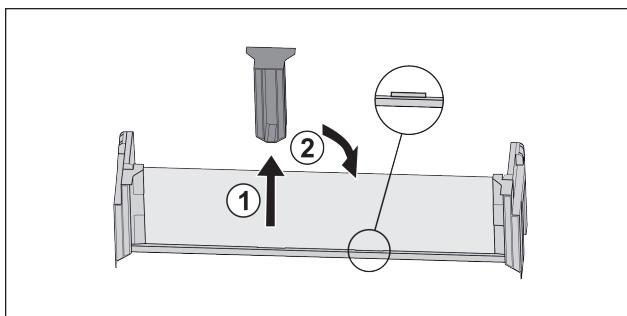

Fig. 83 *
- Stiahnite stredný prídržný diel Fig. 83 (1).*
- Nasadte stredný prídržný diel do druhej pozície Fig. 83 (2).*